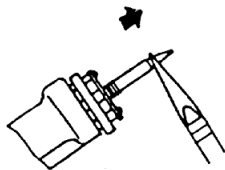

FIG. 4
4. Verwijder de punt met een tang (fig. 4 & 5).